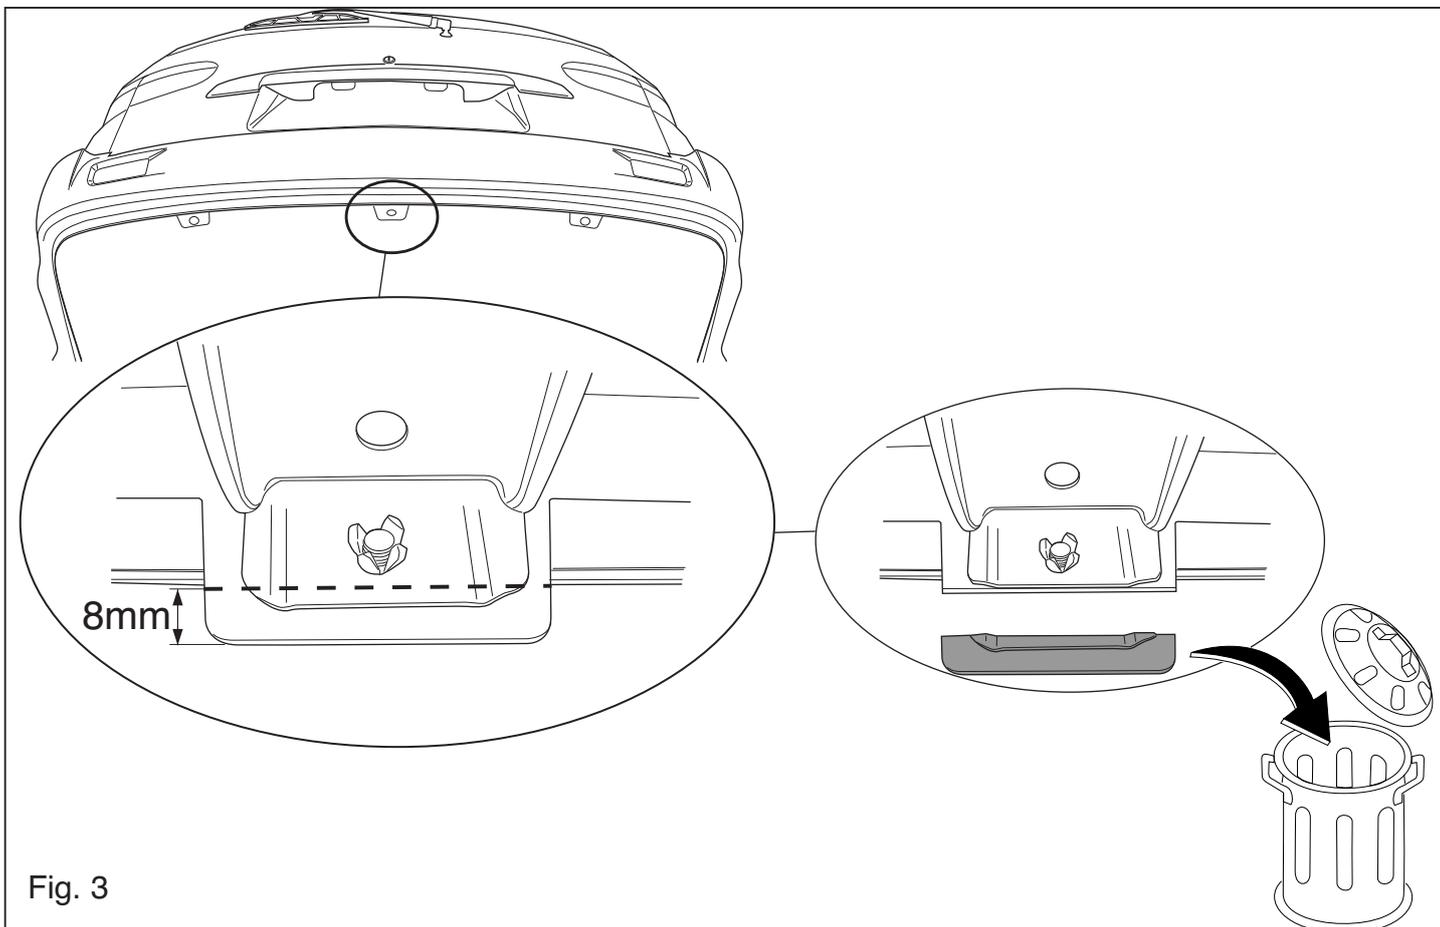

Fig. 3
Please note. If necessary: Saw out a portion as shown in figure 3. **Only applicable to the SWB:** Position the towbar and fix at points G with four M12 x 35 bolts with spring washers and nuts. Fit four M12 x 35 bolts with spring washers and nuts at points F. Tighten the nuts a few turns. **Only applicable to the LWB:** With models up to 2002, the spare wheel attachment will need to be removed. Position the towbar and fix at points H with four M12 x 35 bolts with spring washers and nuts. Fit four M12 x 35 bolts with spring washers and nuts at points F.
3. **Hinweis (soweit erforderlich):** Auf der Unterseite der Stoßstange in der Mitte einen 55 mm breiten und 15 mm tiefen Teil herausschneiden. **Hinweis (soweit erforderlich):** Gemäß Abb. 3 einen Teil heraussägen. **Gilt nur für SWB:** Die Kupplungskugel mit Halterung anlegen und bei den Punkten G mit Hilfe von vier M12x35-Schrauben einschließlich Federringen und Muttern befestigen. Bei den Punkten F vier M12x35-Schrauben einschließlich Federringen und Muttern anbringen. Die Muttern ein paar Umdrehungen anziehen. **Gilt nur für LWB:** Für Modelle bis 2002 muss die Ersatzradaufhängung entfernt werden. Die Kupplungskugel mit Halterung anlegen und bei den Punkten H mit Hilfe von vier M12x35-Schrauben einschließlich Federringen und Muttern befestigen. Bei den Punkten F vier M12x35-
Observera! Om nödvändigt: Såga ut en del enligt fig. 3.